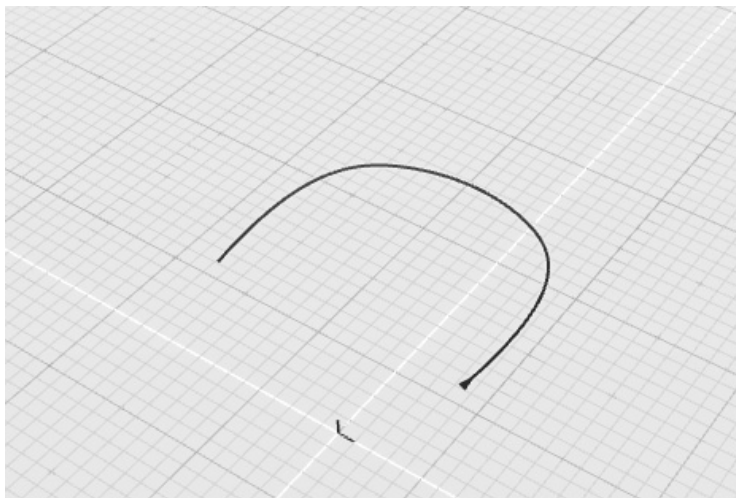

图 5-97 将投影曲线隔离
8) 选中新的投影曲线,按快捷键〈I〉将这条曲线单独隔离;或在应用工具栏中激活“隔离模式”图标,如图 5-97 所示。